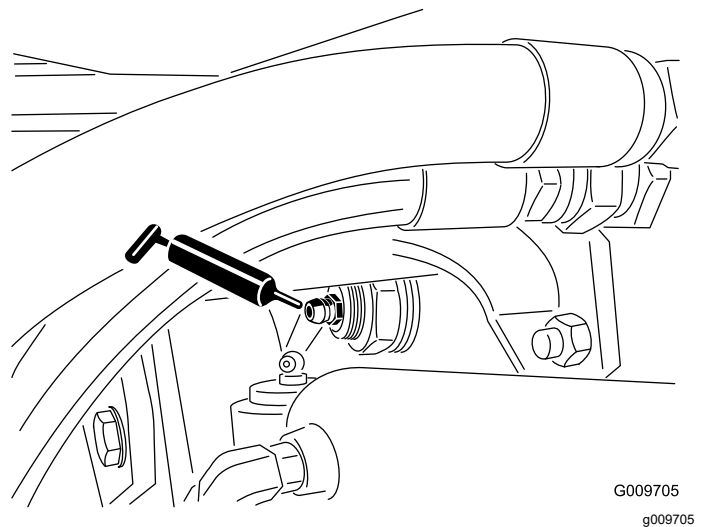

Figure 37
- Bagues de pivot d'essieu arrière (2), comme montré à la Figure 37.